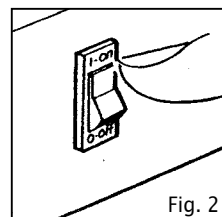

Fig. 2
- Apparatet kan også brukes som vifte. Da må gasstilførselen frakobles. Og apparatet slås på (Fig 2).